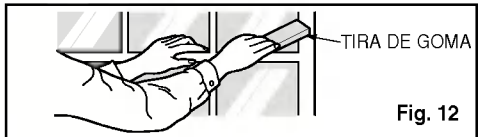

Fig. 12
8. Corte la tira de goma a la medida apropiada e introdúzcala entre la parte superior e inferior de la ventana. (Ver Fig. 12)